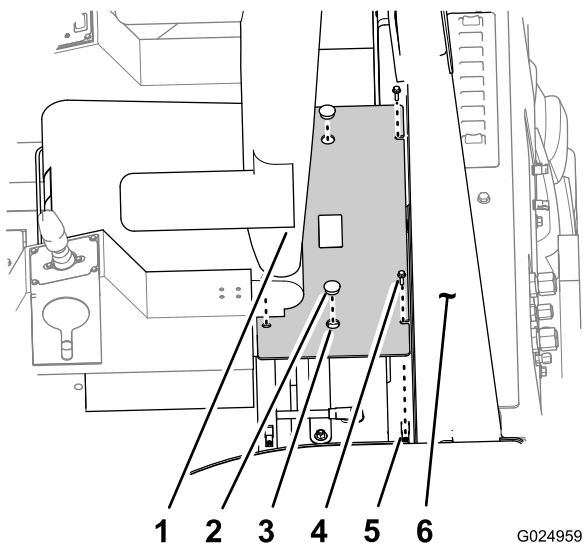

Figura 77
3. Remova os 4 parafusos que fixam a tampa da bateria à plataforma EPCC (Figura 77).
1. Alinhe os orifícios nas abas de fixação da tampa da bateria com as porcas da placa na plataforma EPCC em torno da bateria (Figura 77).
2. Fixe a tampa da bateria à plataforma EPCC com os 4 parafusos (Figura 77).